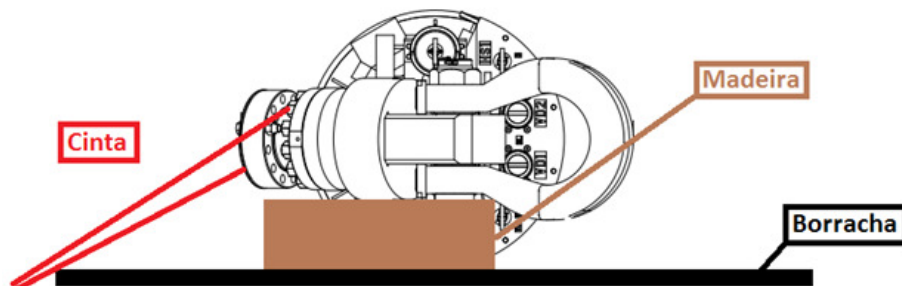

Figura 2: MCV tombado
3. O conector deverá ser apoiado em uma borracha e então descido controladamente até os calços de madeira (ou similar) posicionados conforme Figura 2.